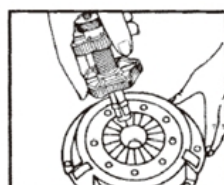

Abb. 2
2. Führen Sie das Zentriergerät in die Anpressscheibe und die Kupplungsscheibe ein. Danach ziehen Sie die Arretierung (B) fest nach unten an (Abb. 2).